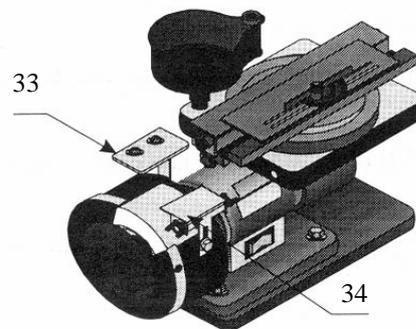

Рис.5
2. Отрегулируйте защитный экран (33) и упор (34), как показано на Рис.5.
5. Положите заготовку на упор (34) и мягко, без особых усилий прижмите заготовку к вращающемуся заточному кругу.